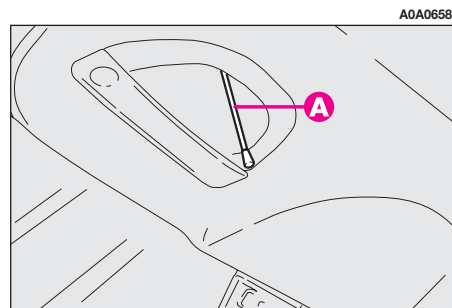

fig. 144
- débloquer la serrure en tirant la ficelle (**A-fig. 144**) (on trouve la ficelle dans le compartiment droit obtenu dans le hayon).